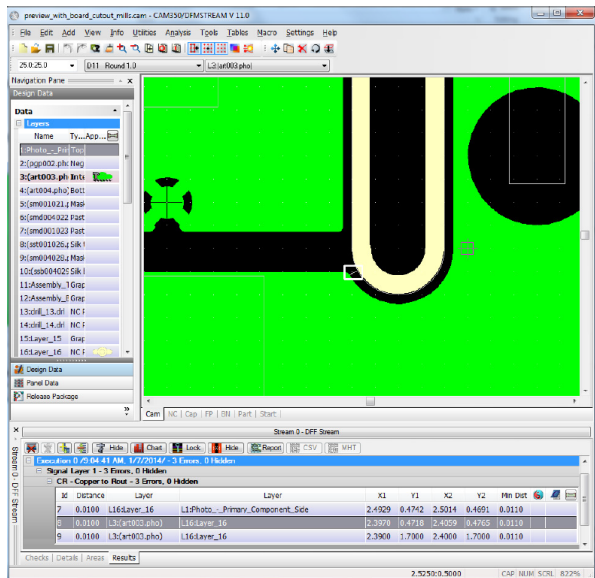

Abbildung 1: Signal Layer – Board Outline Spacing
CAM350 wurde mit neuen Signal Layer Checks (Abb. 1) erweitert. Die Checks sind in folgende Kategorien zusammengefasst und werden nachfolgend im Einzelnen erläutert:
- Board Outline Spacing (Abb. 1)
In Abbildung 1 sehen Sie eine Prüfung für das "Board Outline Spacing":